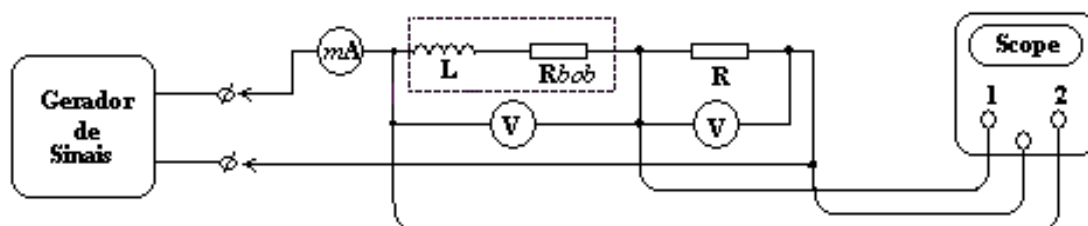

Fig2: Circuito R-L em série
3.5. Montar o circuito dado na fig.2